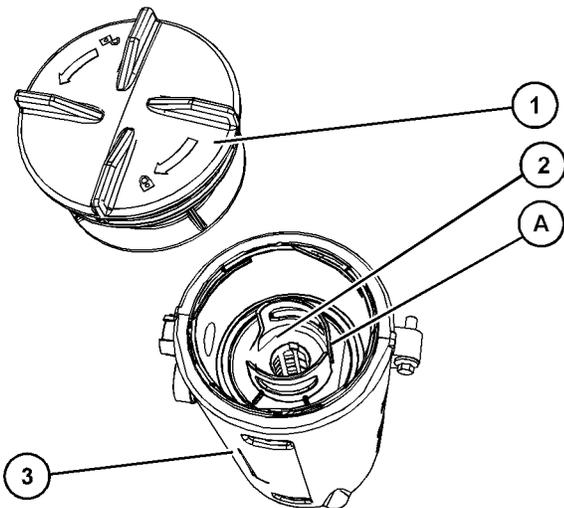

Abbildung 72
**Anmerkung:** Die Aussparung im Bereich (5) im oberen Deckel ermöglicht Zugriff auf die Dichtung.
4. Die alte Dichtung (4) entfernen und neue Dichtung einsetzen.
5. Neues Filterelement in das Entlüftergehäuse (3) installieren und das Filterelement auf die Position (A) ausrichten. Siehe Abbildung 72. Die Position (A) am Filterelement an Position (B) am Deckel ausrichten.